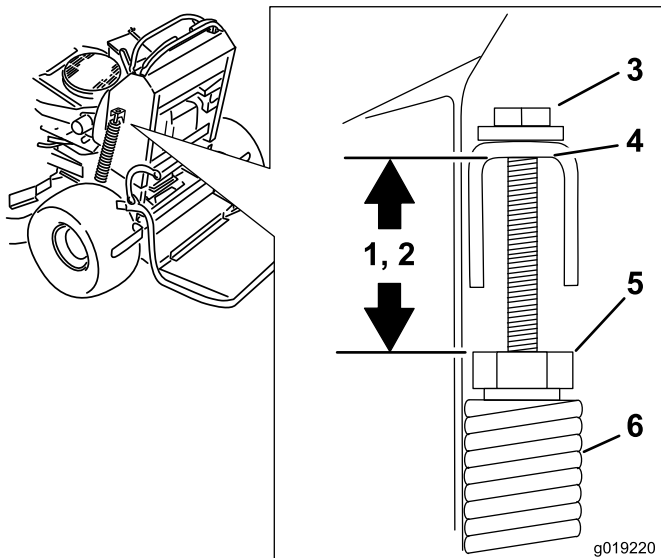

Figura 99
2. Compruebe la distancia entre la tuerca del muelle y el extremo inferior del soporte en U soldado (Figura 99).
3. Asegúrese de que la longitud es de 47–50 mm (1.8–2 pulgadas) para carcasas de corte de 122 y 132 cm (48 y 52 pulgadas) y de 43–46 mm (1.7–1.8 pulgadas) para carcasas de cortacésped de 152 cm (60 pulgadas) (Figura 99).
4. Si es necesario, ajuste la distancia ajustando el perno situado encima del soporte en U (Figura 99).